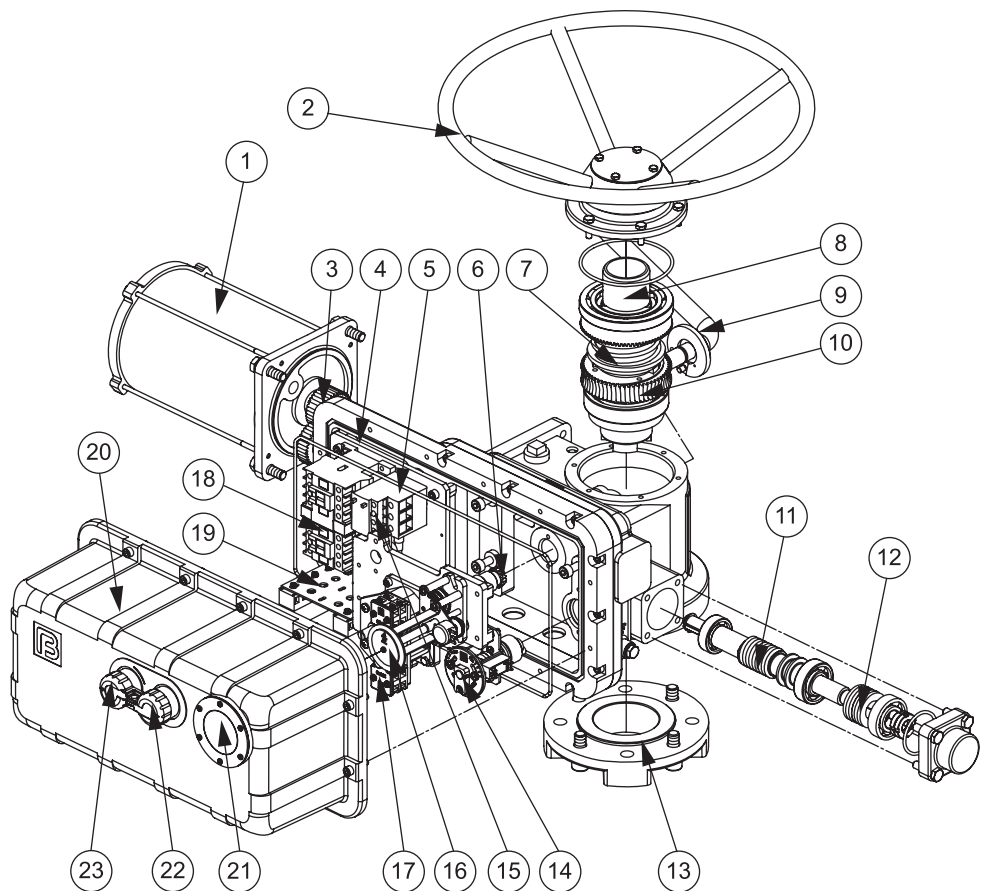
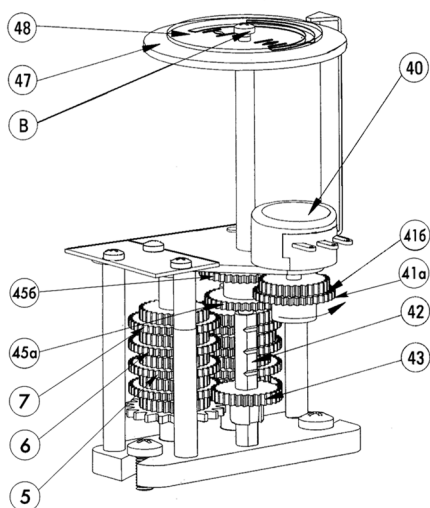

Рис. 1 Интегрированные электроприводы серии Г3-А, Г3-Б КС
Рис. 4 Индикатор положения затвора арматуры
2.1 Электроприводы серии ГЗ-А и ГЗ-Б КС (рис. 1)
Индикатор положения затвора арматуры (16) (рис. 1) состоит из набора установочных шестерен, потенциометра (40) (рис. 4), регулируемых дисков с указателем положения затвора (47, 48). На стержне (42) имеется 4 зубчатых зацепления, позволяющих фиксировать шестерню (43), для трехступенчатой индикации положения затвора арматуры.
Вращение от электродвигателя (1) (рис.1) через прямозубую цилиндрическую шестерню (3) передаётся на червячный редуктор (10,11), который обеспечивает вращательное движение выходного вала (8) и через кулачковую муфту преобразуется в поступательное движение штока затвора арматуры.
Индикатор положения затвора арматуры (16) (рис. 1) механически связан с валом ограничителя хода выходного вала. После надлежащей настройки указания индикатора соответствуют определенным положениям затвора арматуры независимо от режима работы электропривода – ручного или электрического.